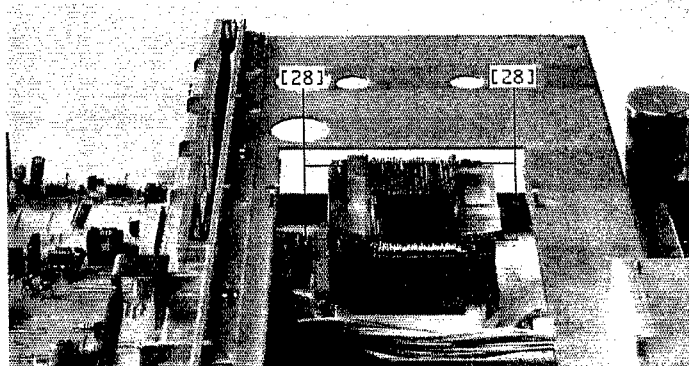
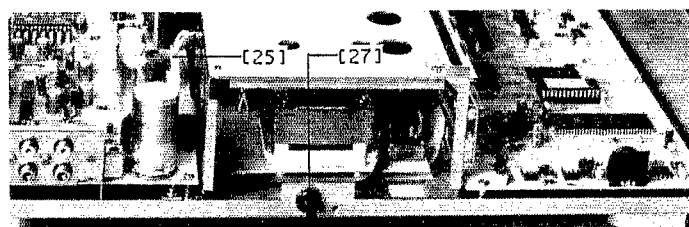
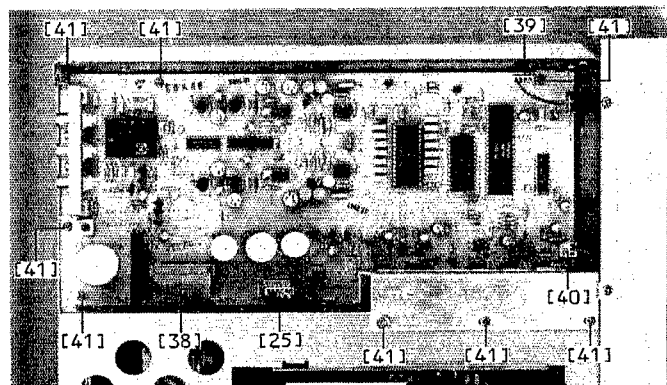
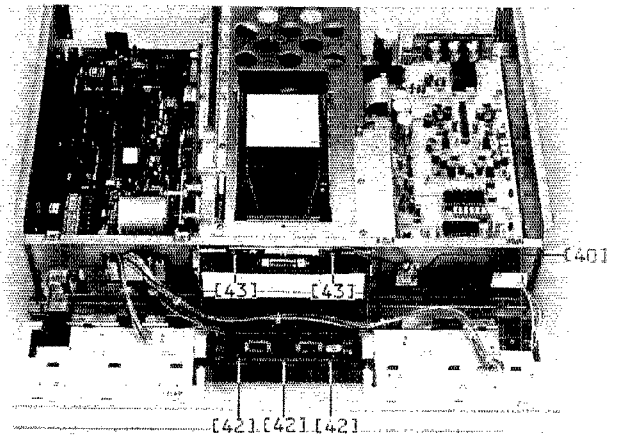

Fig. 2.9
Fig. 2.10
Fig. 2.12
Fig. 2.13
-> Fig. 2.9 / Fig. 2.10
-> Fig. 2.10 / Fig. 2.12
-&gt; Fig. 2.13
-&gt; Fig. 2.12 / Fig. 2.13